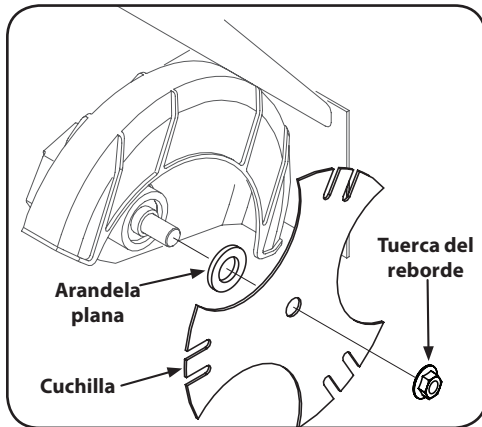
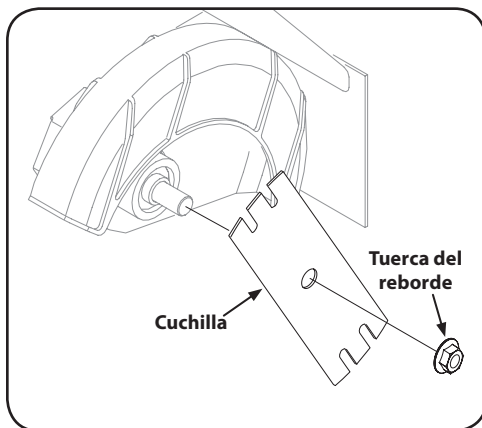

Figura 4-1
Figura 4-2
1. Use dos llaves (una para impedir que la cabeza del perno hexagonal gire loca y la otra para desenroscar la tuerca de brida) para extraer la cuchilla de la bordeadora. Consulte la Figura 4-1 para bordeadoras de serie 550 equipado con cuchilla tri star. Consulte la Figura 4-2 para bordeadoras de serie 520 equipado con cuchilla estándar.